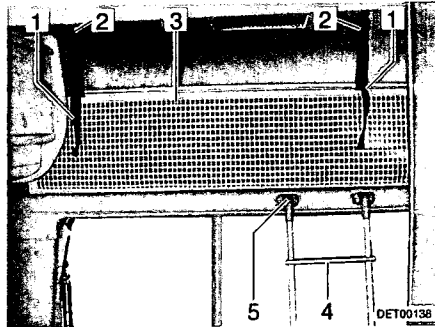

Bild 30 Alkovenbett
Zum Besteigen des Alkovenbetts die serienmäßig beigelegte Aufstiegsleiter (Bild 30,4) benutzen.
- Die Leiter mit den Holmen in die Halterung (Bild 30,5) an der Alkovenblende einhängen.
Das Sicherungsnetz (Bild 30,3) ist serienmäßig zwischen Matratze und Lattenrost verstaut. Das Sicherungsnetz erst aufspannen, wenn sich die Personen bereits im Alkoven befinden.
- Die Haltebänder (Bild 30,1) in die Halterungen an der Decke (Bild 30,2) einrasten.